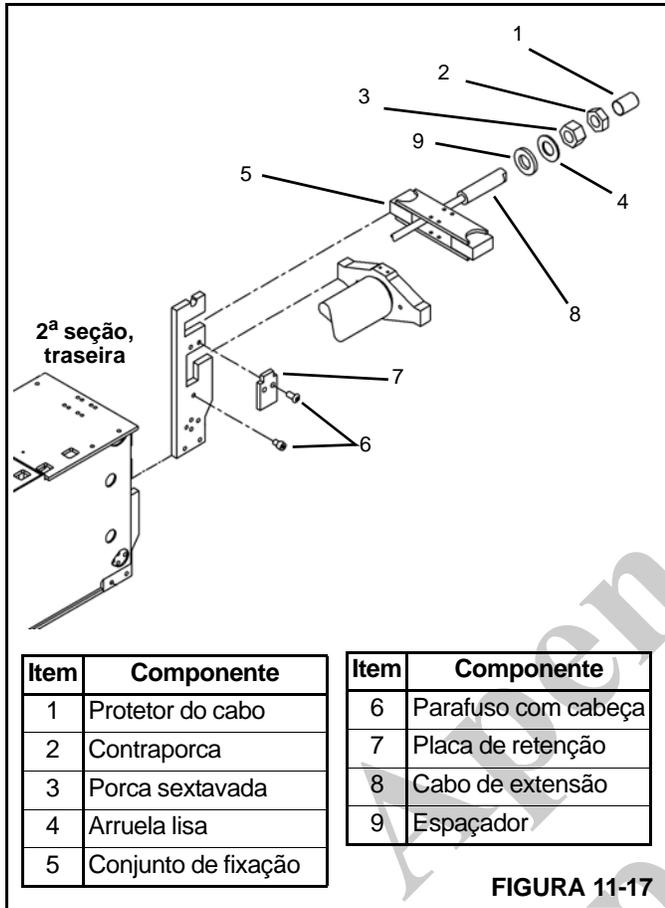

FIGURA 11-17
11. Insira o conjunto de fixação do cabo de extensão na extremidade da base da 2ª seção (Figura 11-17).
13. Prenda o cabo de extensão com as ferragens, conforme mostrado na Figura 11-17.